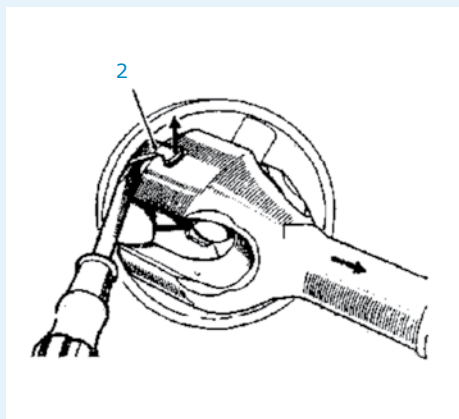

Figure 1
3. **Dégager** le bol fusée de l'arbre de transmission en soulevant une à une les branches de l'étoile de retenue (2, figure 1).